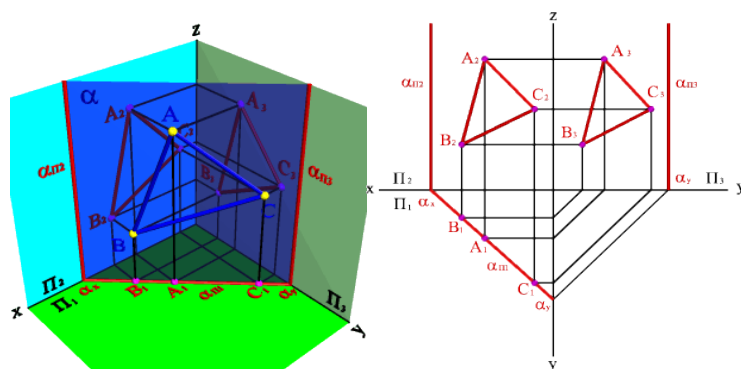

Рис.2
- Горизонтально-проецирующая плоскость (Рис.2)